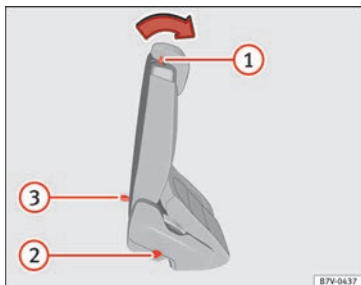

Fig. 157 Segunda fila de asientos: mandos de la ayuda de acceso.
- Si los hubiera, retire los objetos situados en la zona reposapiés de la segunda fila de asientos » » » ❶.
- Empuje la palanca » » » fig. 157 ❶ hacia delante y abata el respaldo del asiento trasero. Este asiento se abate por completo hacia delante » » » ❷ y todavía se puede desplazar más longitudinalmente hacia delante.
- Entrar y salir del vehículo con cuidado » » » ❸.
- Levante el respaldo del asiento trasero hacia arriba, en posición vertical. El asiento completo se recoge hacia atrás » » » ❸.
- El asiento trasero debe quedar bien encastrado para poder garantizar el efecto protector de los cinturones de seguridad en las plazas del asiento trasero. La marca roja » » » fig. 157 ❷ no deberá verse » » » ❸ en Plegar los asientos traseros como superficie de carga de la pág. 166.
Si la palanca » » » fig. 157 ❶ no funciona, por ejemplo, después de un accidente, desde la tercera fila se pueden plegar hacia delante los asientos de la segunda fila para facilitar la salida desde la tercera fila » » » ❸.
- Tire del asa » » » fig. 157 ❸ hacia atrás y abata el respaldo del asiento trasero. La banqueta completa se pliega hacia delante » » » ❸.
- Una marca roja en el lado del asiento » » » fig. 157 ❷ advierte que el respaldo no